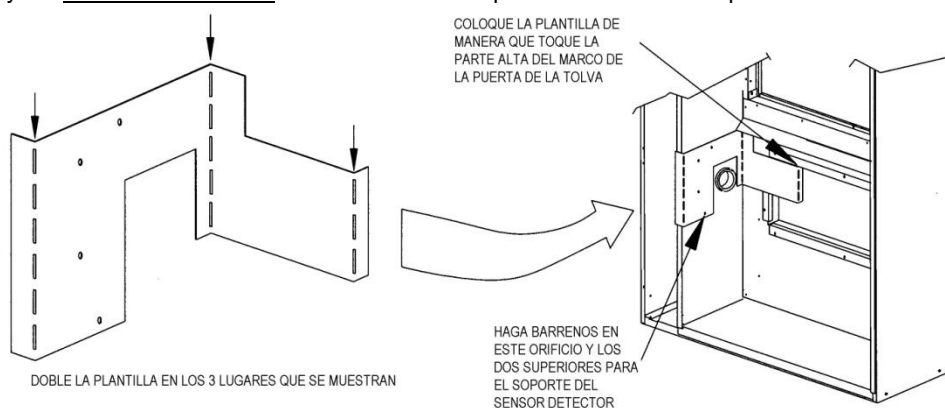

Figura 4 COLOCACION DE LA PLANTILLA PARA LOS BARRENOS DEL SOPORTE DEL SENSOR PRIMARIO
22. Para el Soporte del Sensor Primario en el lado de la bisagra, doble la plantilla y colóquela como se muestra en la Figura 4 sobre el interior de la puerta. Cinta tipo 'masking' puede ser de ayuda para mantener a la plantilla en su lugar. Utilizando una broca de 1/8", haga barrenos en el interior de la puerta utilizando la plantilla, utilice el barreno de abajo y los dos de hasta arriba. Sólo barrene 1/2" de profundidad. Retire la plantilla.